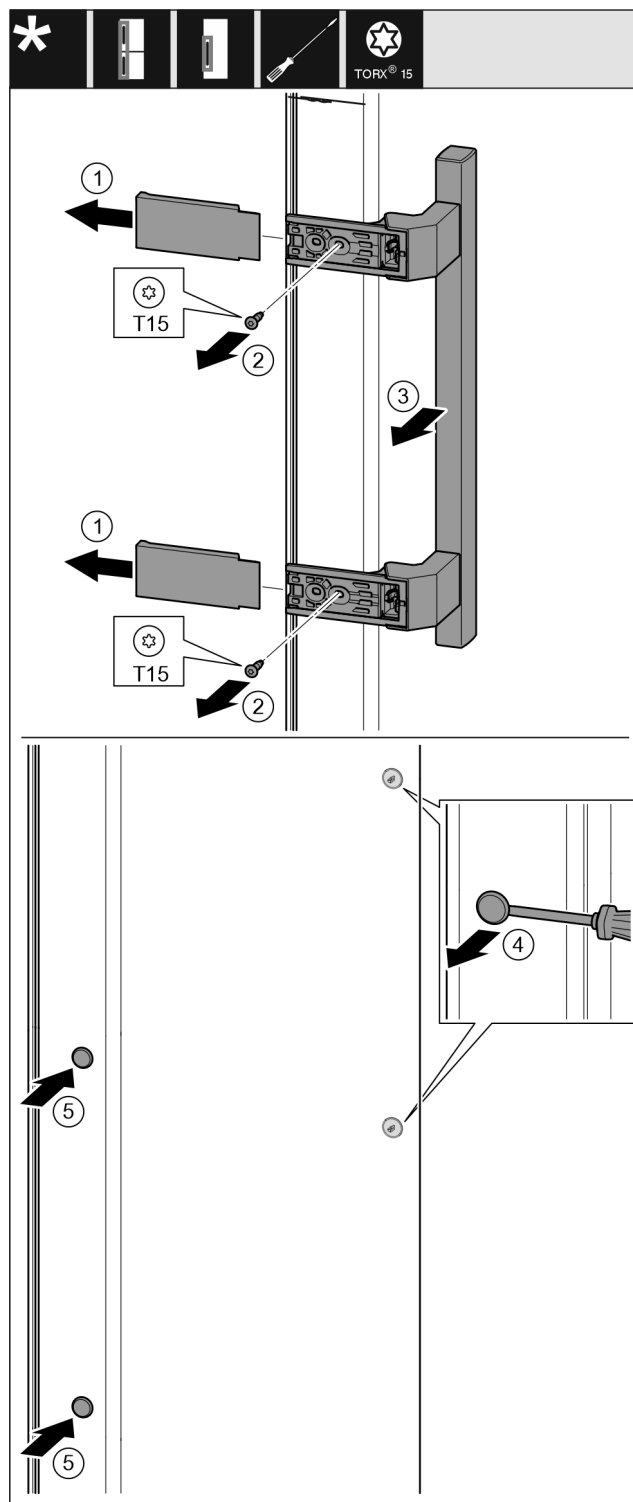

Fig. 39
- ▶ Stáhněte kryt. Fig. 39 (1)
- ▶ Šroubovákem T15 vyšroubujte šrouby. Fig. 39 (2)
- ▶ Sejměte madlo. Fig. 39 (3)
- ▶ Postranní zátku opatrně nadzvedněte plochým šroubovákem a vytáhněte. Fig. 39 (4)
- ▶ Zátku opět vložte na druhé straně. Fig. 39 (5)